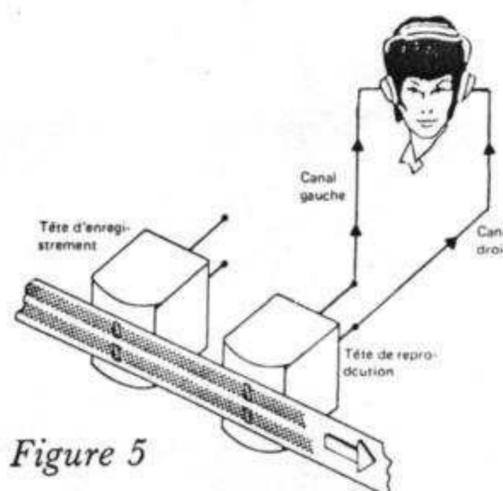

Figure 5
- Rebobinez jusqu'au début du programme, placez le sélecteur Sel. Sync. sur Off et reproduisez le programme complet en stéréo, voir fig. 5.